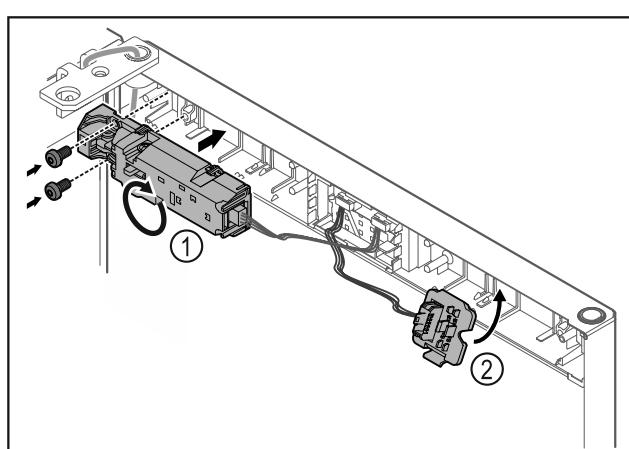

Fig. 24
▶ 将遥控锁 Fig. 24 (1) 转动 180°，然后固定在对面。
▶ 将插头架 Fig. 24 (2) 卡入到对面。